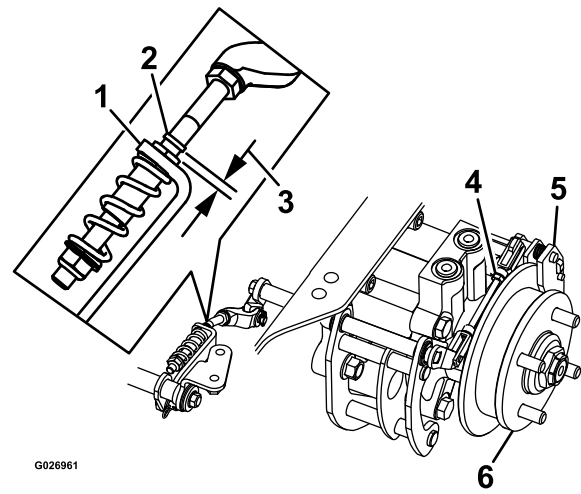

Figura 79
8. Compruebe si hay un espacio visible entre la escuadra y el tope del acoplamiento (ver Figura 79).